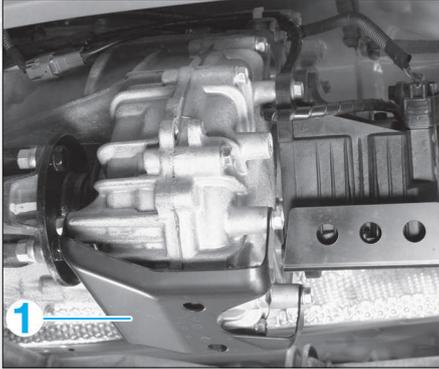

FIG. 3
- Déposer la protection (1) du carter de boîte de transfert (fig. 3).